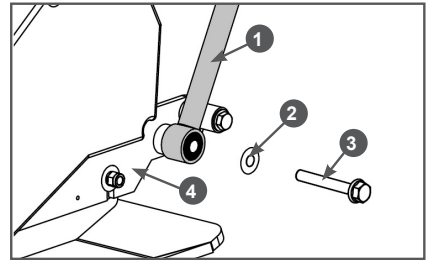

Рис. 5А Установка нижней части рабочей рукоятки
2. Установите нижнюю часть 1 рабочей рукоятки на раму 4 двигателя и закрепите её болтами M12x55 (Рис. 5А).
3. Совместите отверстия в нижней части 3 и верхней части 4 рабочей рукоятки и вставьте с внутренней стороны рукоятки в эти отверстия болты 1 (Рис. 5В).